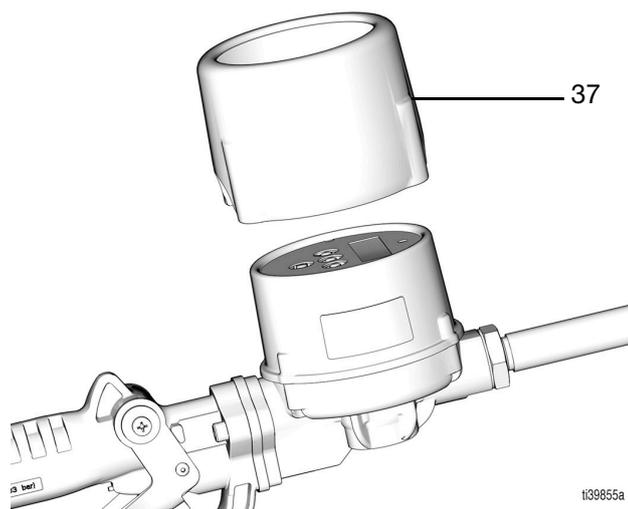

FIG. 28
2. Afloje la pieza giratoria (33) de la manguera y retire el medidor; a continuación, páselo a una mesa de trabajo para repararlo.
3. Retire la protección contra impactos (37) del medidor (FIG. 28).
11. Vuelva a montar la protección contra impactos (37), consulte la FIG. 28 en la página 16.